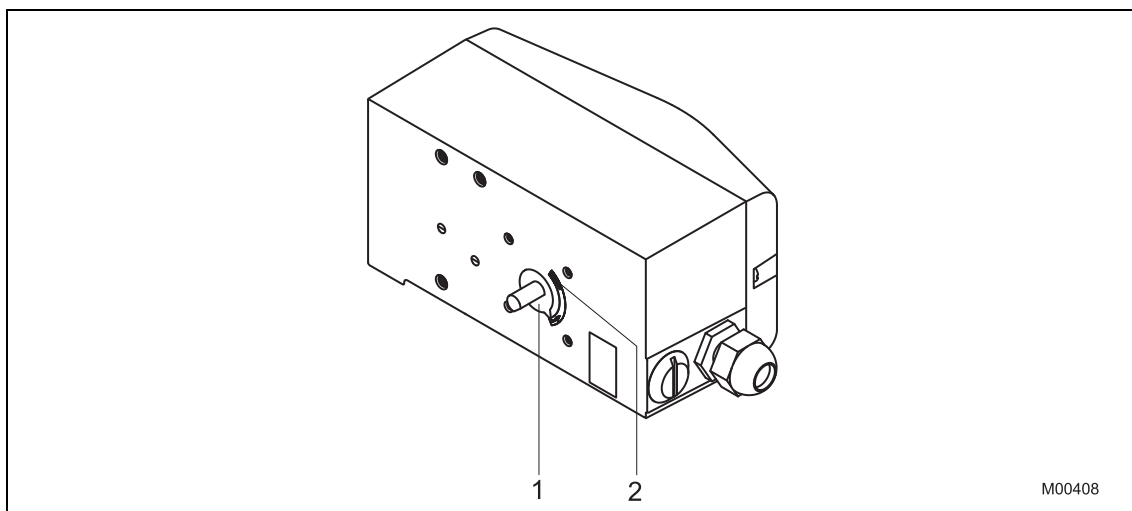

Рис. 3: Рабочий диапазон
- На основании монтажного положения, а также исходного положения и направления вращения привода определить, в какое положение следует установить ручную ось (1) позиционного регулятора и в какое положение должен быть установлен переходник (2), чтобы позиционный регулятор мог функционировать в пределах рабочего диапазона (стрелка на задней стенке прибора должна перемещаться в пределах допустимого диапазона, см. Рис. 3)
- Установить переходник на ось в требуемом положении и зафиксировать установочными винтами (3). При этом один из установочных винтов должен быть прочно зафиксирован на лыске оси